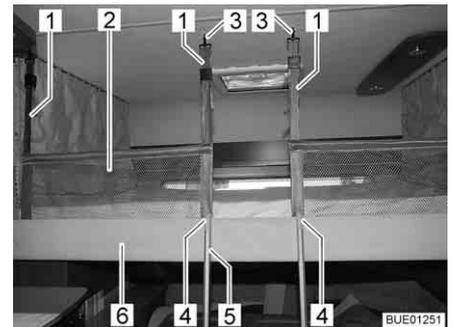

Fig. 79 Cama elevada con red de seguridad tendida
La red de seguridad (Fig. 79,2) con los cinturones de retención se encuentra en la cama elevada, debajo del colchón. Tender la red de seguridad cuando las personas ya se encuentren en la cama elevada.
- Enganchar los cinturones de retención (Fig. 79,1) en los ganchos (Fig. 79,3) del techo.
- Enganchar la escalera de ascenso (Fig. 79,5) con las dos horquillas (Fig. 79,4) en el agarradero (Fig. 79,6) de la cama elevada.
- Desenganchar la escalera de ascenso (Fig. 81,1) del agarradero (Fig. 79,6) de la cama elevada.